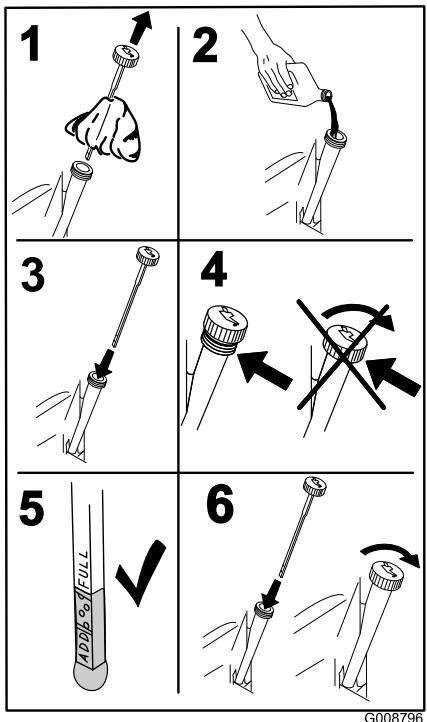

Figura 33
7. Vierta lentamente un 80 % aproximadamente del aceite especificado por el tubo de llenado, luego añada lentamente el resto del aceite hasta que llegue a la marca de **Lleno** (Figura 33).